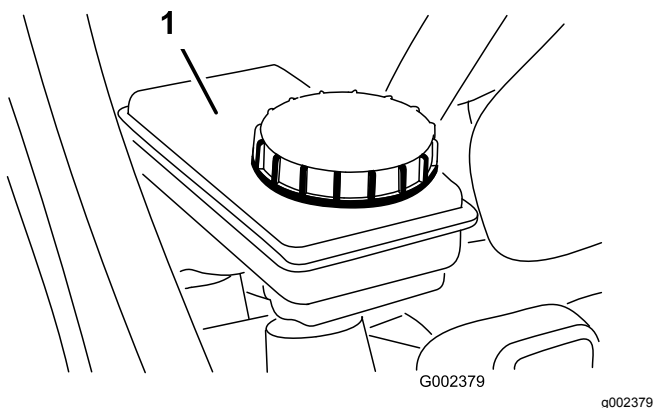

Figure 73
5. Contrôlez le niveau de liquide dans le réservoir de liquide de frein (Figure 72 et Figure 73).
- A. Nettoyez la surface autour du bouchon du réservoir (Figure 73).
- B. Enlevez le bouchon du réservoir (Figure 73).
- C. Ajoutez la quantité de liquide de frein spécifié pour faire monter le niveau au repère du plein sur le réservoir (Figure 73).
- D. Remettez le bouchon en place (Figure 73).